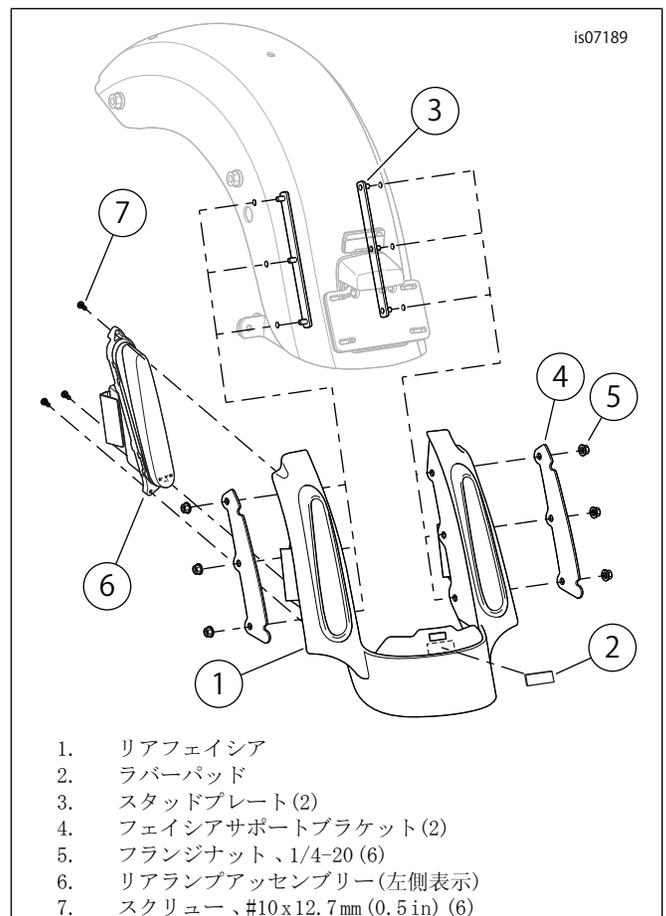

図5. リアフェイスアの取り付け
2. 「図5」を参照してください。44.5 x 19 x 1.6 mm ( x in)のラバーパッド(2)の裏の粘着カバーからライナーをはがします。図のようにスロットのすぐ下に、パッドをフェイスア(1)の中央に合わせます。しっかり押しつけます。
7. アンテナブラケットを図5に示すようにフェンダーサポートの近くに配置し、ブラケットをフェンダーサポートに固定します:
- c. スペーサーを、ブラケットを通して伸びているねじ山にスライドさせます。スペーサーの長さを記録します。図5を参照してください。